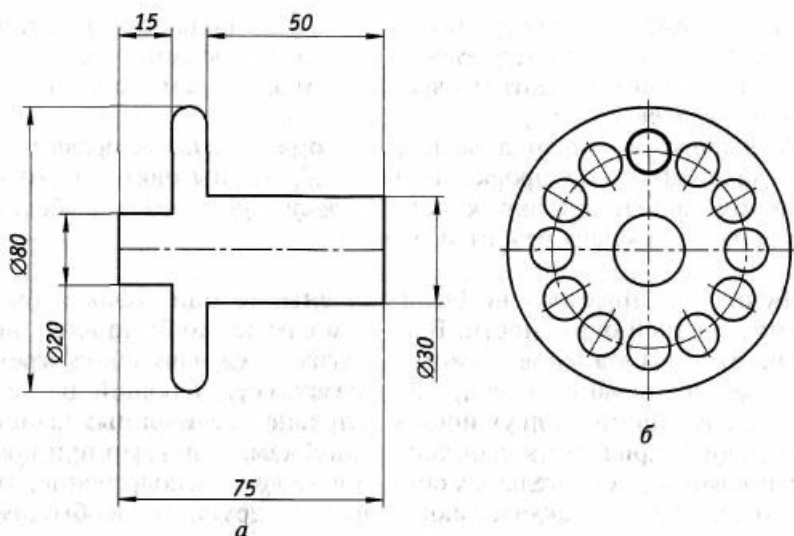

Рис. 1.7. Выполнение чертежа с использованием команд *Симметрия* (а) и *Копия по окружности* (б)
2. Используя команду *Симметрия*, дополните изображение вала симметричной нижней частью (рис. 1.7, а).
8. Удалите две вертикальные и две горизонтальные осевые линии на профильной проекции (рис. 1.7, б). Вызовите двойным щелчком на внешней окружности *Строку параметров* и выберите для параметра «Оси» режим «С осями».